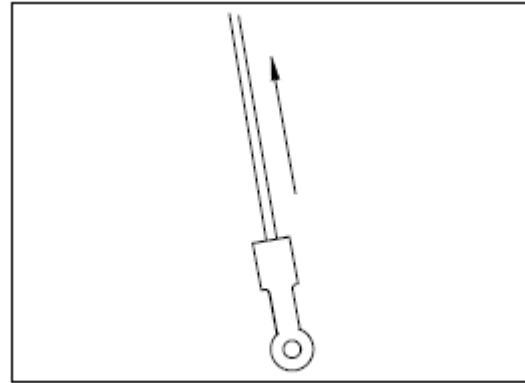

Fig.4-3.65 Pull out the wire rope
4) Retire o cabo de aço, juntamente com a cunha de ligação rápida; Veja Fig.4-3.65.